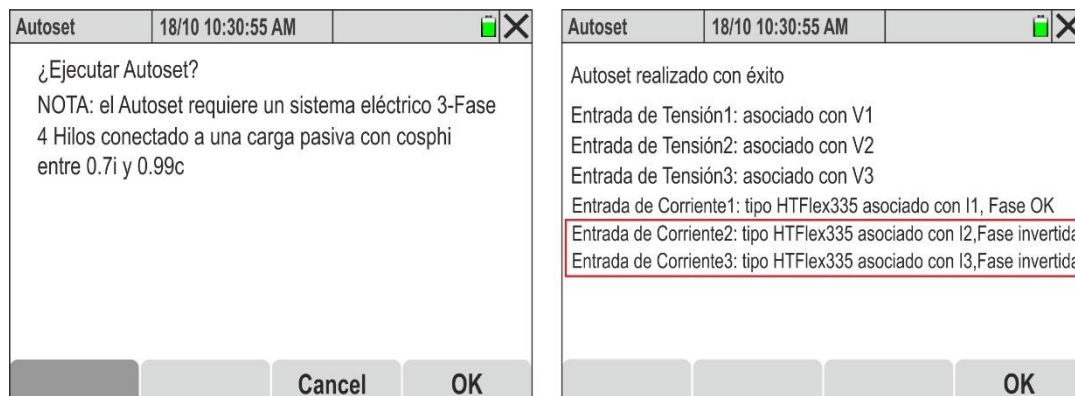

Fig. 74: Ejecución Autoset con errores de conexión (pinzas invertidas)
10. En la Fig. 74 – parte derecha se muestra un ejemplo en el cual la función Autoset ha detectado y **automáticamente resuelto** la presencia de una diferencia errónea de fase entre las tensiones y las corrientes sobre las fases L2 y L3 por el efecto de un **conexionado incorrecto de las pinzas de corriente (pinzas 2 y 3 invertidas sobre los respectivos conductores)**